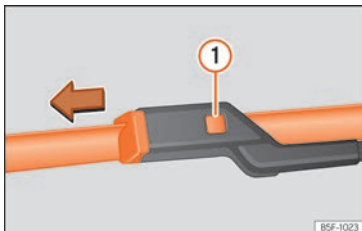

Fig. 85 Cambio de las escobillas del limpiaparabrisas.
- Mantenga presionada la tecla de desbloqueo » » » **fig. 85 (1)** tirando ligeramente de la escobilla en el sentido de la flecha.